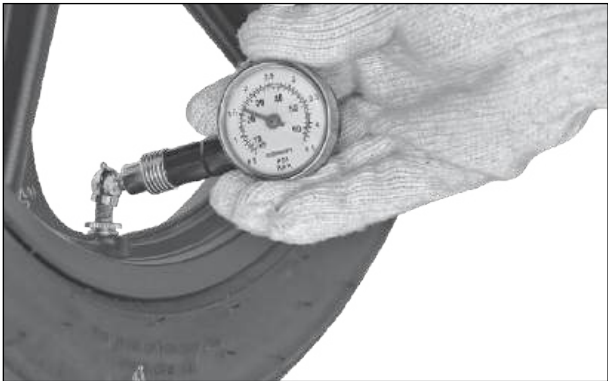

Fig. 6.79
- A pressão dos pneus afeta drasticamente sua vida útil. Portanto, é necessário manter a pressão adequada dos pneus. (Fig. 6.79)